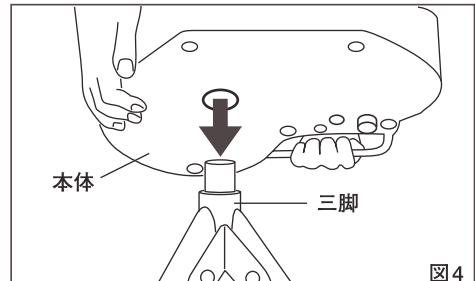

図4
2. 本体のセット (図4・5・6)
本体を三脚へ装着します。本体底面の穴を三脚の先端部に差し込んでください(図4)